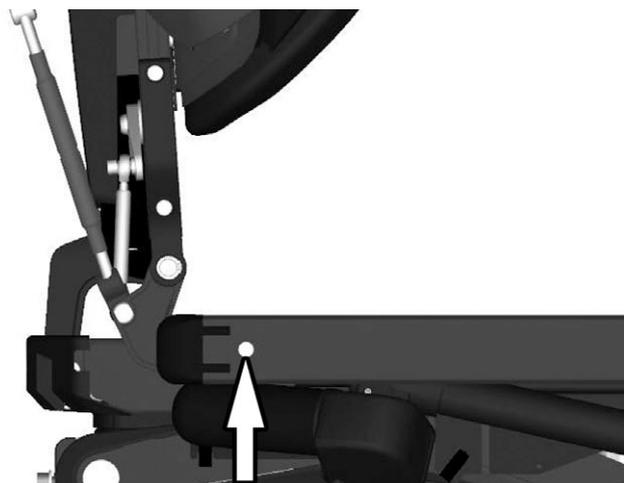

Abbildung 61. Hintere Befestigungsschraube der UniTrack-Schiene.
5. Hintere Befestigungsschraube der UniTrack-Schiene an der linken bzw. rechten Seite des Sitzes abmontieren. Siehe Abbildung. 61.